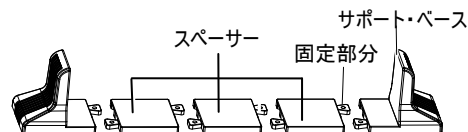

図 2-1 UPS サポート・ベース & バッテリーキャビネット スペーサー
1. UPS 本体付属のサポート・ベース、バッテリーキャビネット付属のスペーサーと各滑り止めシートを取り出します。(図 2-1)